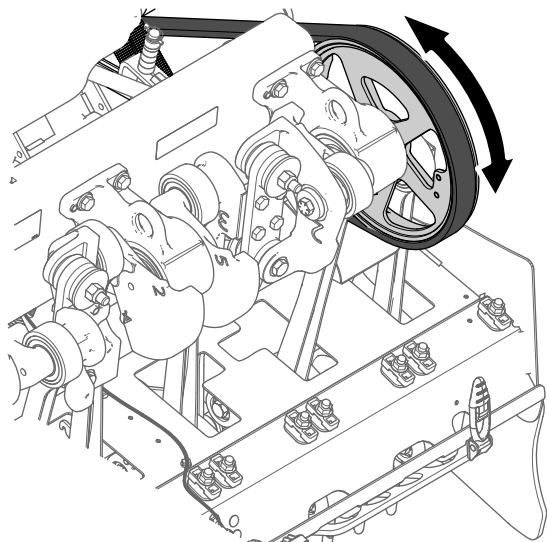
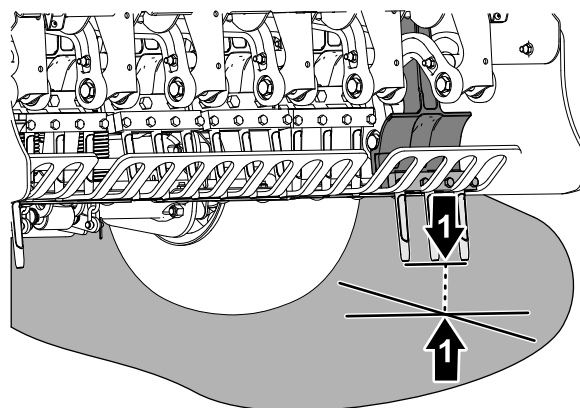

図 63
図 64
4. コアリングヘッドのプーリー 図 63 を回転させて、一番外側のタインが地表面に最も近付いた状態にする 図 64。